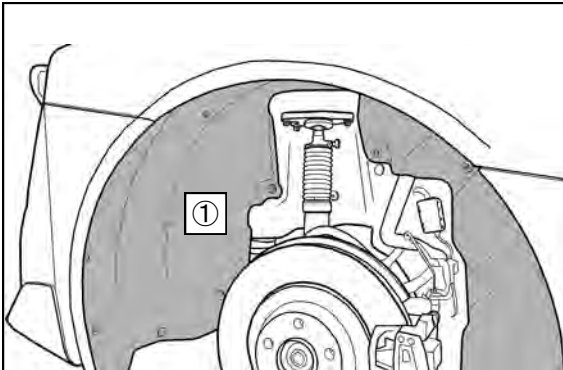

図3-1
3. ①リアホイールハウ斯拉イナを取外してください。（図3-1）